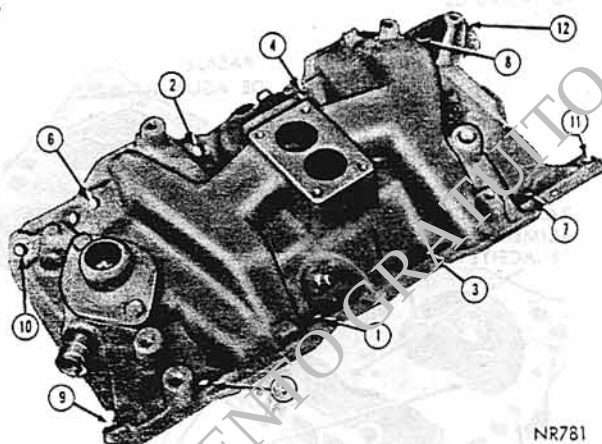

Fig. 4 - Secuencia de Apretamiento del Múltiple de Admisión.
9. Colóquese el múltiple de admisión en el motor e instale los doce bulones de fijación apretándolos solamente con los dedos a la debida secuencia mostrada en la Fig. 4. Apriétense los bulones del 1 al 4 a 3,45 Kg/m (25 Lbs/pie). A continuación los bulones restantes a la misma torsión especificada y luego vuélvase a controlar el torque de los números 1 al 4 a 4,83 Kg/m (35 Lbs/pie).
Prosiga apretando los bulones restantes a esta última torsión especificada, en la secuencia que se indicó (Fig. 4).